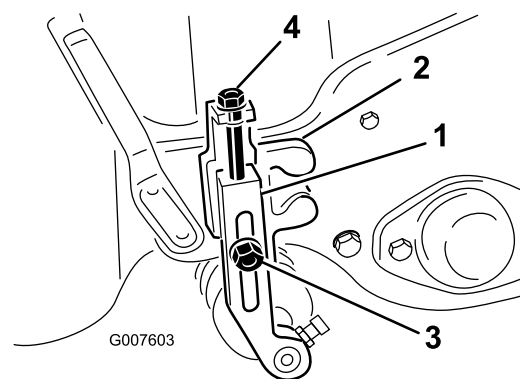

**Bild 47**
11. Testen Sie die Mähleistung, indem Sie einen langen Streifen des Schnittleistungspapiers (Toro Bestellnummer 125-5610) senkrecht zum Untermesser zwischen die Spindel und das Untermesser legen (Bild 47). Drehen Sie die Spindel langsam vorwärts; das Papier sollte geschnitten werden.